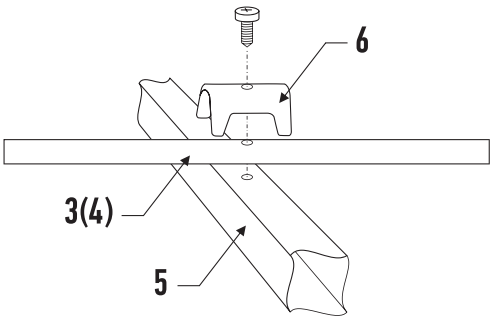

Рис.3 Установка директора ирефлектора на траверсу
- 3. Установить директор и рефлектор с помощью винтов-саморезов и фиксирующей скобы, как показано на рис.3. Обратите внимание! Директор короче петлевого вибратора, а рефлектор-длиннее.